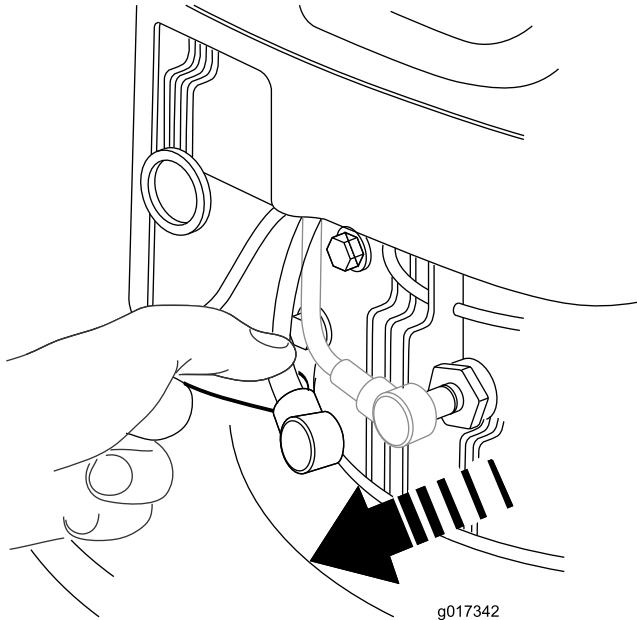

Figura 19
2. Desligue o fio da vela da ignição da vela da ignição Figura 19 antes de executar qualquer procedimento de manutenção.